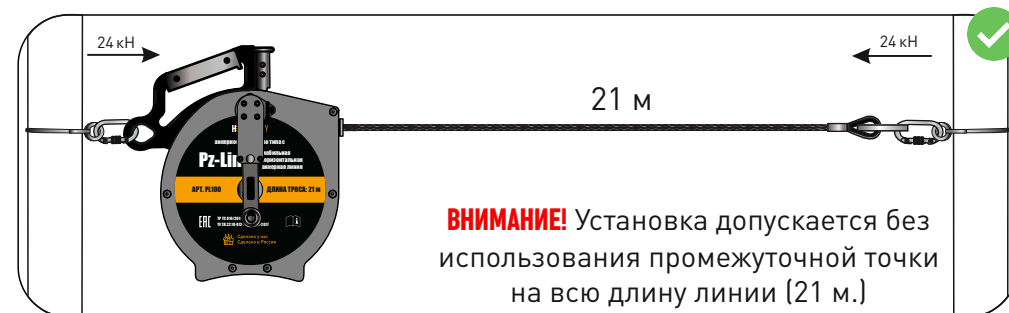

рис. 4
- Конструкции в точках крепления должны быть жесткими и выдерживать нагрузку не менее 24 кН вдоль оси горизонтального троса (рис. 4).
- Определите места креплений анкерных петель и точек и оцените их прочность в соответствии с нагрузками (рис. 4).